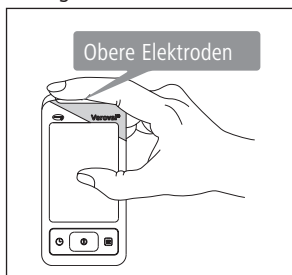

Abb. 1
- Halten Sie das Gerät in Ihrer rechten Hand. Legen Sie den rechten Zeigefinger wie abgebildet auf die oberen Elektroden (Abb.1).